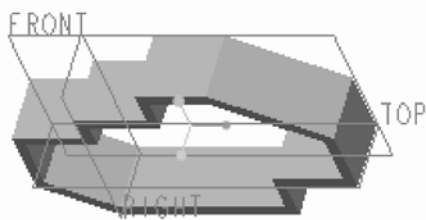
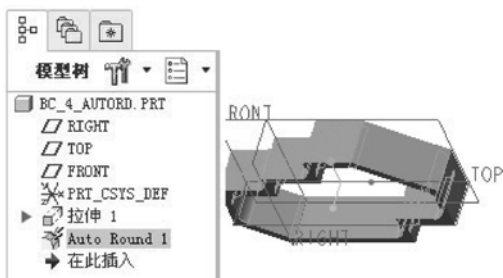

图 4-64 型材模型
图 4-65 完成自动倒圆角特征
① 在“快速访问”工具栏中单击“打开”按钮，系统弹出“文件打开”对话框，选择配套文件“bc_4_autord.prt”，然后在“文件打开”对话框中单击“打开”按钮。该模型文件中存在着如图 4-64 所示一小段型材模型。
② 在功能区的“模型”选项卡的“工程”面板中单击“自动倒圆角”按钮，系统打开“自动倒圆角”选项卡。
③ 在“自动倒圆角”选项卡中打开“范围”面板，选择“实体几何”单选按钮，并确保选中“凸边”复选框和“凹边”复选框。
④ 在“自动倒圆角”选项卡的“凸边半径”文本框中输入“5”，在“凹边半径”文本框中选择“相同”以设置凹边半径和凸边半径相同。
⑤ 在“自动倒圆角”选项卡中单击“完成”按钮。系统弹出“自动倒圆角播放器”对话框，以显示自动倒圆角成员的创建过程，最后完成自动倒圆角特征并自动关闭自动倒圆角播放器，如图 4-65 所示。